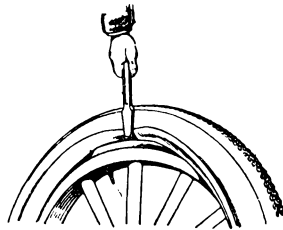
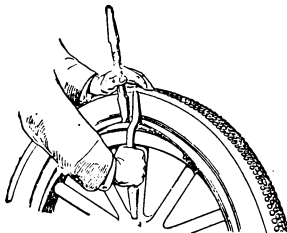

Fig. 21.
Fig. 22.
**6. Ultimare il montaggio.** — Introduro a 15 cent. a destra della valvola la estremità della leva a tacca tra il tallone esterno ed il cerchio (fig. 21) ed elearla. Trattenere il tallone, agganciando la leva a gomito al cerchio (fig. 22).